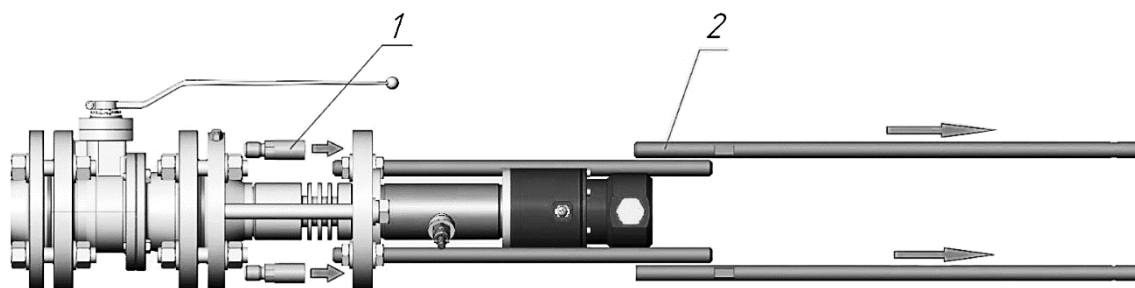

Рисунок 54 – Демонтаж шпилек
– демонтировать шпильки опорные (поз.2, рисунок 54), затем шпильки переходные (поз.1, рисунок 54);